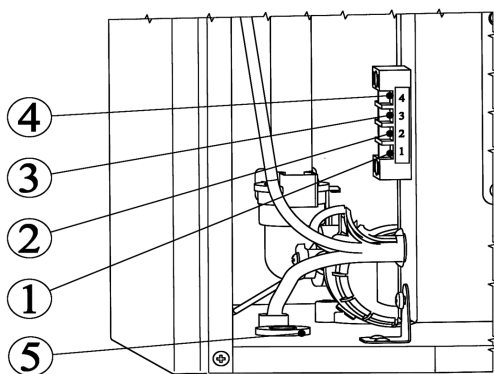

Рис. 11. Подключение дополнительных устройств
- удалить перемычку между клеммами 1 и 2 на колодке блока управления (рисунок 11);
- продеть двухпроводной кабель, идущий от термостата, через проходную муфту 5 в корпусе и подключите его к клеммам 1 и 2 (рисунок 11);
- продеть двухпроводной кабель, идущий от датчика, через проходную муфту 5 в корпусе и подсоедините его к клеммам 3 и 4 (рисунок 11);
- удалить перемычку между клеммами 1 и 2 (рисунок 11);